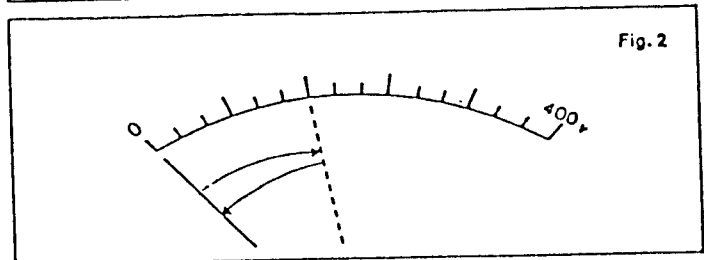

Fig.2
7. Die Anzeige muß erst nach rechts gehen und dann auf '0' zurückwandern. (s. Fig. 2).
6. Um einen Magnetschalter nach Fig. 2 zu testen, wird die schwarze Prüfklemme am Kontaktpunkt 'I' und die rote Prüfklemme am Kontaktpunkt 'S' des Magnetschalters angeschlossen.
### Test auf Windungsbruch und Windungsschluß (Fig. 2) :